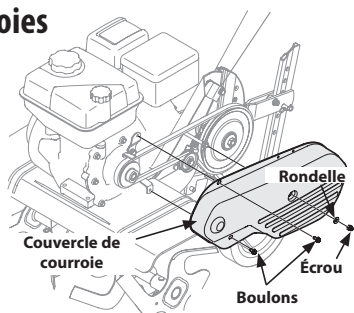

Figure 19
2. Enlevez les deux boulons, l'écrou autobloquant et la rondelle du couvercle de courroie, puis retirez le couvercle de courroie à partir du côté gauche de l'appareil. Voir Figure 19.